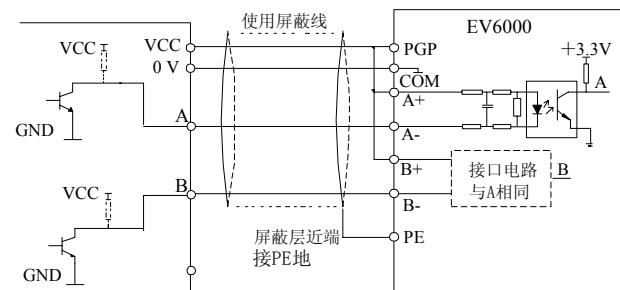

图 4-27 集电极开路信号 PG 接线示意图
1. PG 输出信号为集电极开路信号，与接口板端子的连接如图 4-27 所示：（图中虚线部分为电压型输出编码器）